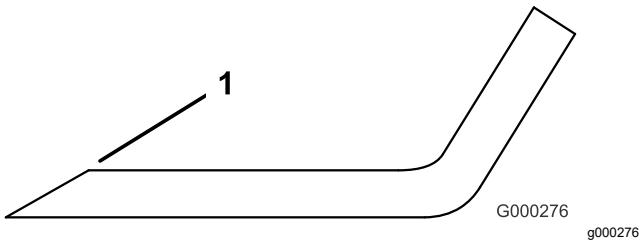

图 32
3. 检查所有刀片的刀刃。如果刀片变钝或出现豁口请磨快刀刃。仅打磨刀刃的顶边并保持最初的切割角度以保证锋利度图 32。如果从两片刀刃上磨掉相同量的金属刀片会保持平衡。